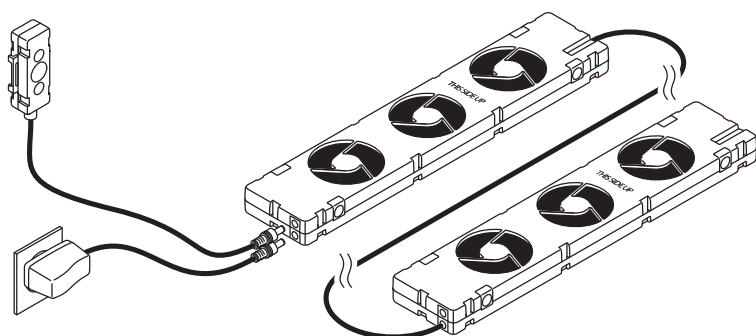

Fig. 4 - Connexion d'autres SpeedComfort (B1).
6. Sur les radiateurs longs, connectez d'autres **SpeedComfort** (B1) avec des câbles de **raccordement de 30 cm** (B2) (voir fig. 4). Plusieurs **SpeedComfort** (B1) (jusqu'à 20) peuvent être connectés à un **adaptateur d'alimentation** (A1). Aucun **capteur de température** supplémentaire (A2) n'est nécessaire.